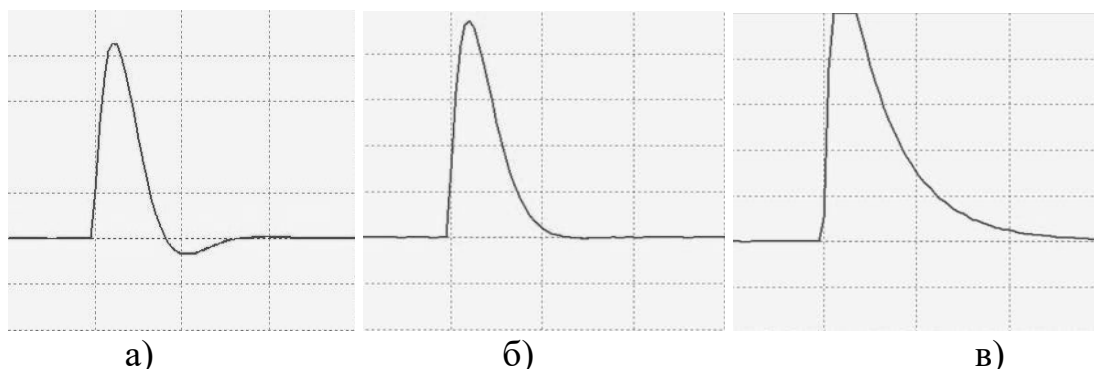

Рис.6. а) колебание с сильным затуханием;
4. Установите рукоятку переменного резистора в среднее положение и проведите несколько записей процесса разряда емкости через колебательный контур при различном положении регулировочной ручки переменного резистора. Для удобства установите «ждущий» режим работы осциллографического датчика, и вам не придется перезапускать измерения в процессе подбора сопротивления переменного резистора. Выход сигнала за рамки экрана по амплитуде вполне допустимы, т.к. в этой части работы интерес представляет поведение осциллограммы вблизи нулевой линии. Добейтесь установления критического режима – переходного между колебательным и аperiодическим (рис. 6б). При необходимости скорректируйте настройки датчика напряжений по чувствительности и скорости развертки.